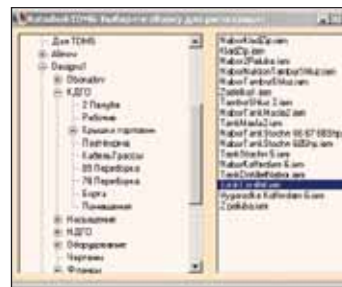
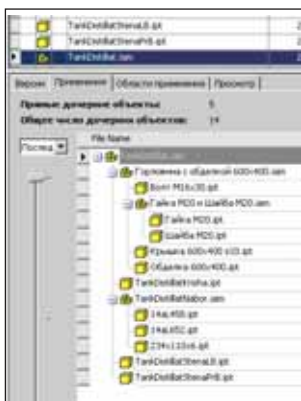
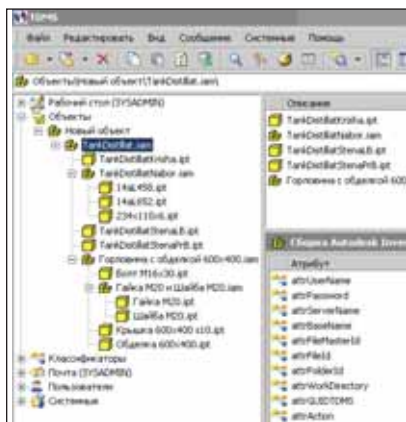

Рис. 14. Выбор сборки для регистрации
Рис. 15. Структура сборки в Autodesk Vault Explorer
Рис. 16. Структура сборки, перенесенная в TDMS
2. Древовидная структура проекта, включающая не файлы, а ссылки на объекты Autodesk Vault, переносится в дерево TDMS. На рис. 14 представлен процесс выбора исходной сборки для регистрации в разработанном интерфейсе, на рис. 15 — ее структура в Autodesk Vault Explorer, а на рис. 16 — структура, перенесенная в TDMS.